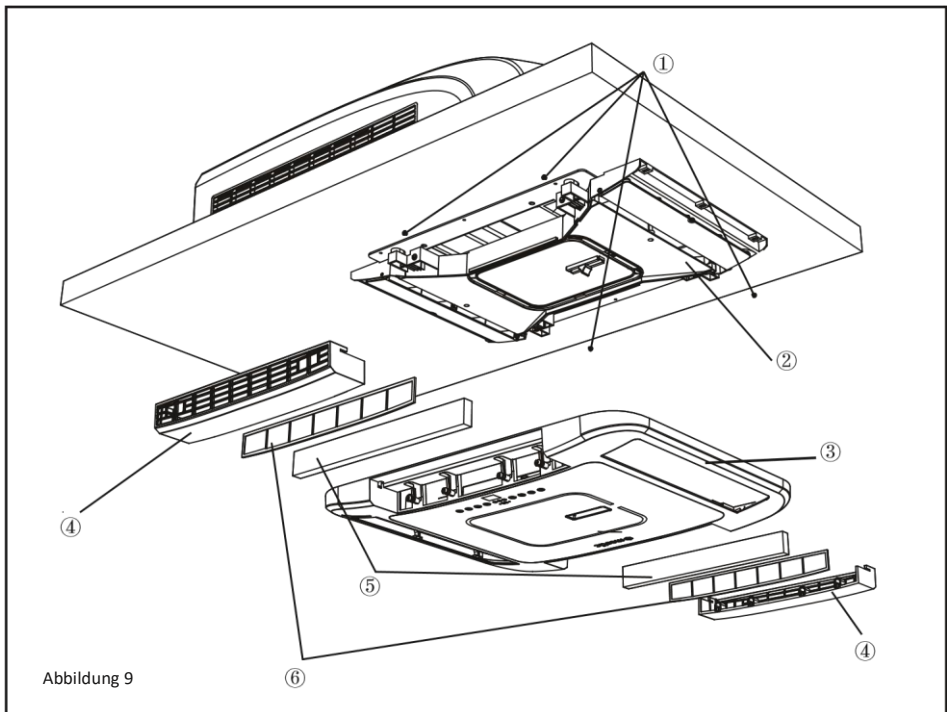

Abbildung 9
4. Wie in Abb. 9 gezeigt, schließen Sie das externe Netzkabel an das auf dem Wohnmobil verbliebene Kabel an.
1. Befestigen Sie das Deckengitter am Luftkanal der Deckenbaueinheit mit 4 Schrauben. (siehe Abbildung 9).